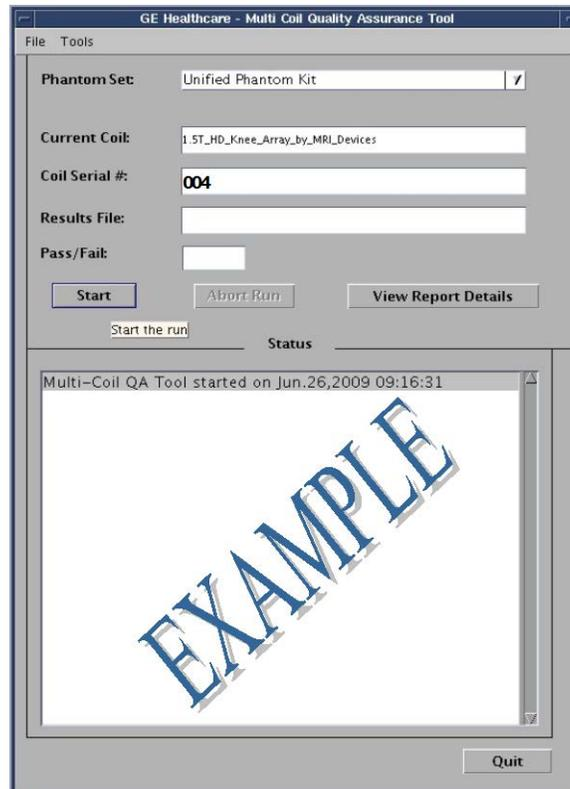

Abbildung 3
Das aktuelle Spulenfeld wird basierend auf der Spulen-ID der mit dem LPCA verbundenen Spule automatisch ausgefüllt (Abbildung 3). Geben Sie die Seriennummer der getesteten Spule im Feld „Coil Serial #“ (Spulenseriennummer) ein.
13. Klicken Sie auf **[Start]**, um den automatischen Test, wie in Abbildung 3 gezeigt, auszuführen. Abhängig von der Anzahl der Testpositionen (Komplexität der Spule) kann der Test zwischen 3 und 5 Minuten dauern.